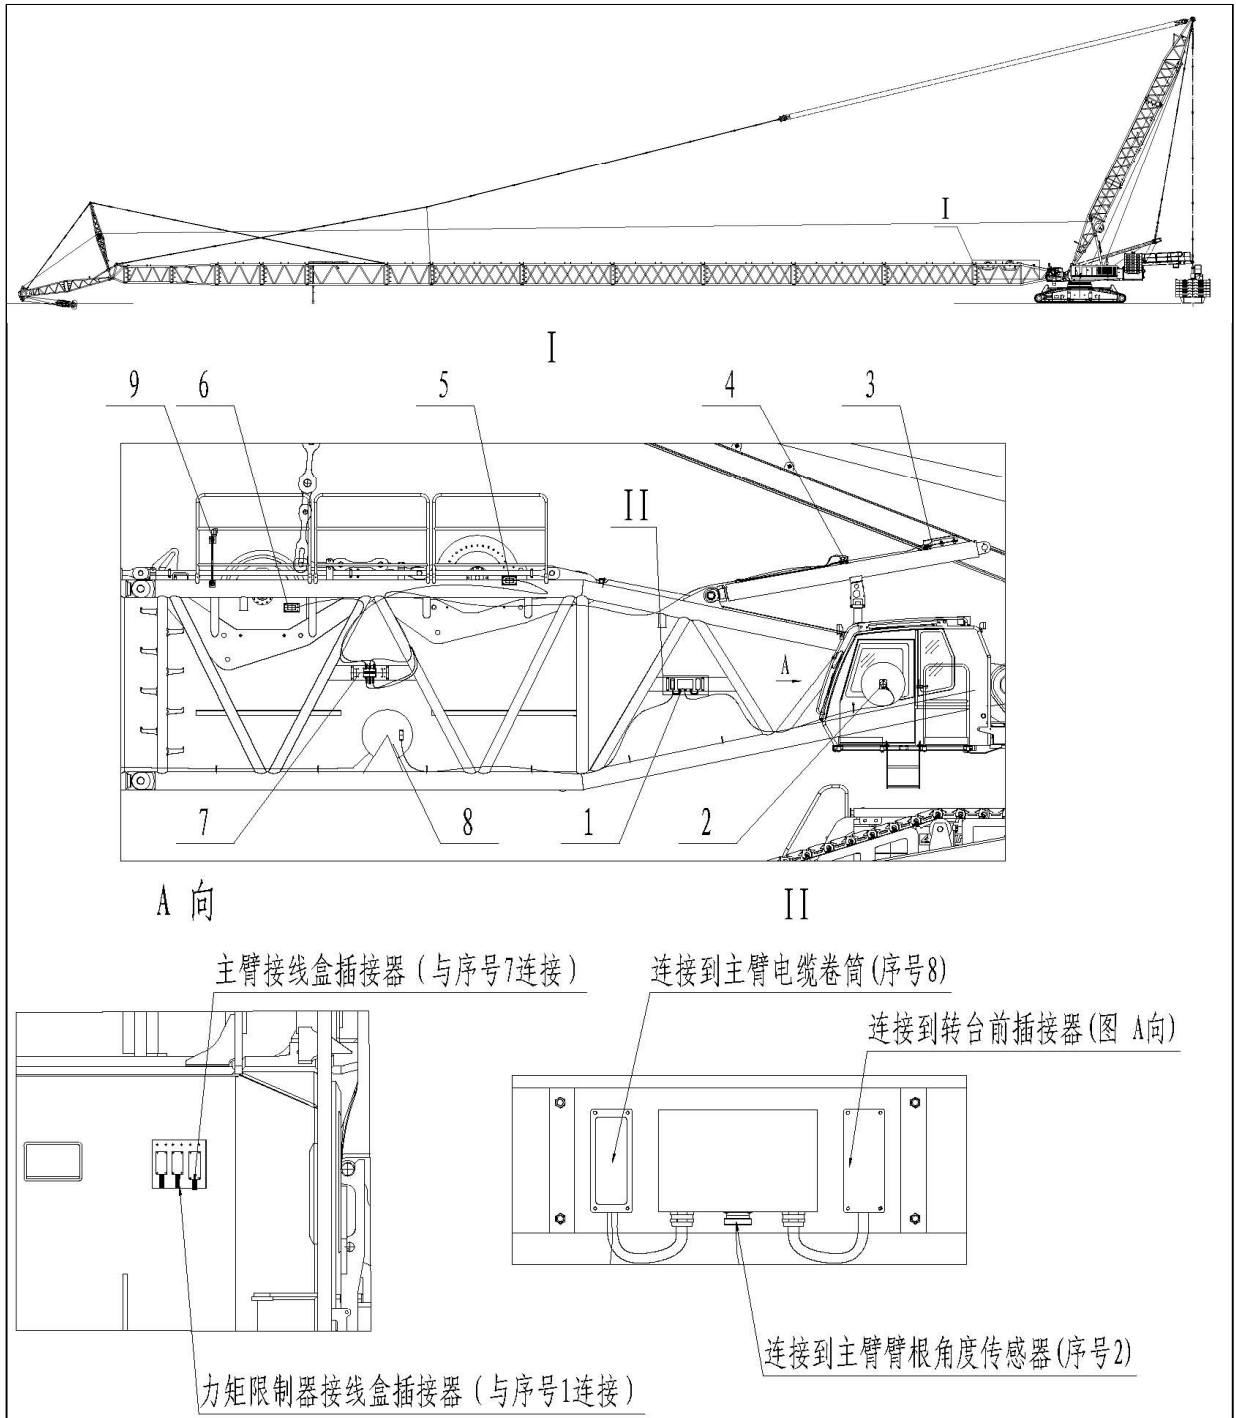

图 2.11
2.11 固定副臂工况臂根电气附件组装及电路连接 (图 2.11)